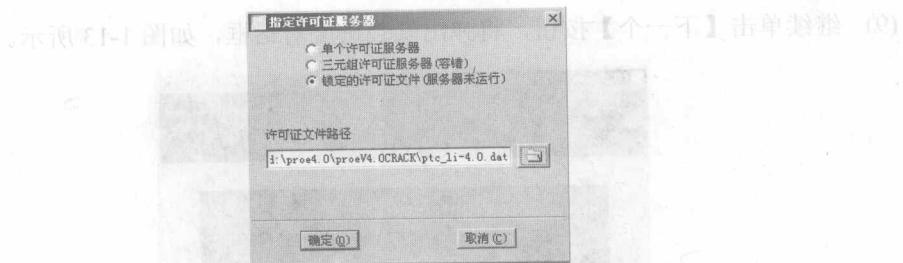

图 1-10 【指定许可证服务器】对话框
- (6) 单击【添加】按钮，在弹出的【指定许可证服务器】对话框中选中【锁定的许可证文件(服务器未运行)】单选按钮，并单击许可证文件选择按钮 选择经授权获得的许可文件，如图 1-10 所示。